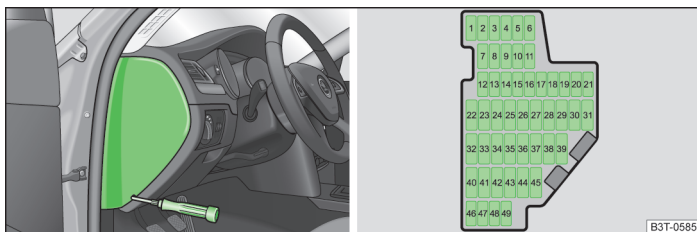

Abb. 201 Abdeckung des Sicherungskastens / Schematische Darstellung des Sicherungskastens
- Die Abdeckung des Sicherungskastens abnehmen > **Abb. 201.**